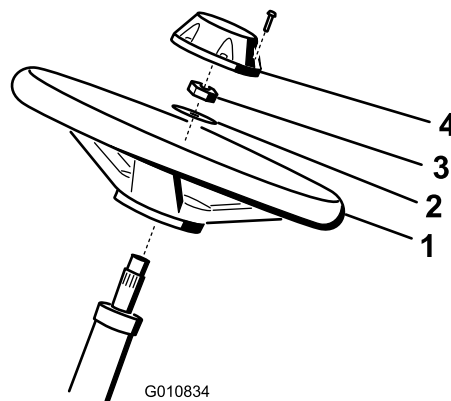

図 3
- ハンドルをステアリングシャフトにはめ込む 図 3。
- ワッシャをステアリングシャフトにはめ込む 図 3。
- ジャムナットでハンドルを固定し 図 3、27-35 N·m 2.8-3.6 kg·m 20-26 ft-lb にトルク締める。
- キャップを取り付け、ねじで固定する 図 3。